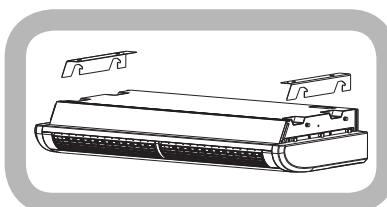

Рисунок 7
- b. поднять устройство и закрепить его при помощи гаек M8 (Рис. 7).